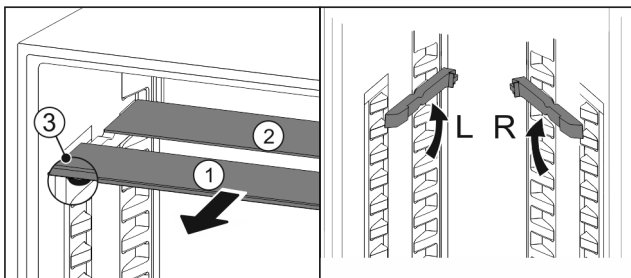

Fig. 194
- ▶ Glasplatten einzeln nach vorne herausziehen Fig. 194 (1).
- ▷ Glasplatte Fig. 194 (1) mit Zierleiste liegt vorne.
- ▷ Stopps Fig. 194 (3) zeigen nach unten.